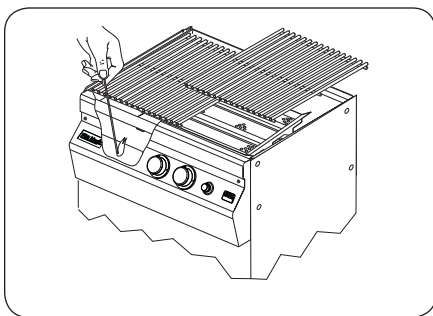
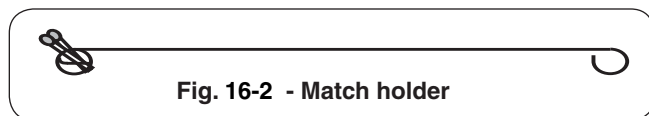

Fig. 16-3 - Éclairage manuel
Fig. 16-2 - Match holder
**RAPPELEZ-VOUS:** POUR L'ÉCLAIRAGE MANUEL SÛR, PLACEZ Un ALLUMEUR BRÛLANT D'ALLUMETTE OU De BUTANE PRÈS Du BRÛLEUR - ALLUMEZ ALORS Le GAZ (Fig. 16-3).
2. Insérez un allumeur brûlant de butane de long-baril, une allumette brûlante de long-tige, ou une allumette brûlante tenue par un support de prolongation de fil (Fig.16-2) par les grilles à cuire au brûleur. (Fig.16-3). Pour des backburners, tenez la flamme contre le matériel perforé du backburner. Pour des sideburners, tenez la flamme contre le brûleur.